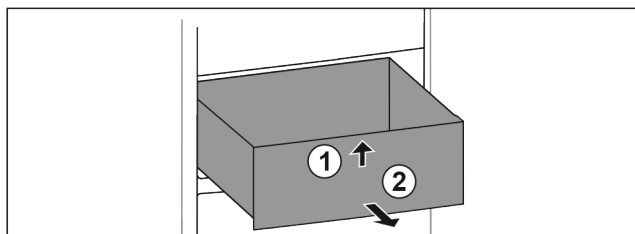

Fig. 32
- ▶ Sollevare il cassetto dal davanti. Fig. 32 (1)
- ▶ Rimuovere il cassetto tirandolo in avanti. Fig. 32 (2)